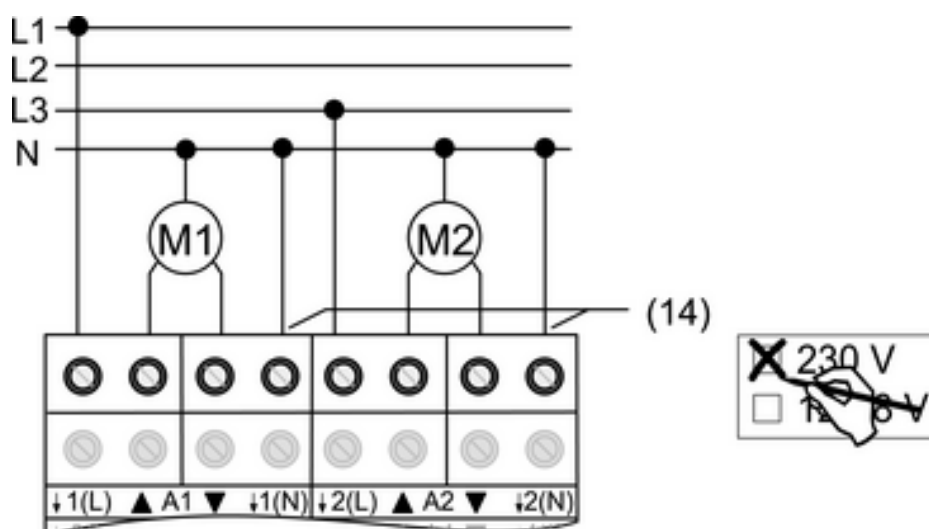

Bild 5
- Motor anschließen (Bild 5).
- An die N-Leiter-Klemmen (14) den N-Leiter des jeweiligen Motors anschließen (Bild 5). Auf FI-Verdrahtung achten.
- Verwendung **230 V** auf Etikett kennzeichnen (Bild 5).
Für die betreffenden Ausgänge sind die zugehörigen N-Leiter angeschlossen (Bild 5).